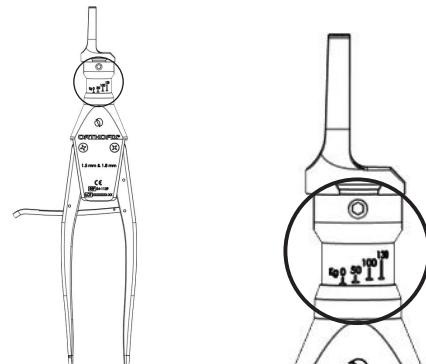

図 1
- 1) ワイヤーテンショナー (54-1139) はワイヤーに最大 130kg までテンションをかけることができます。現在のテンションは、図 1 に示す目盛りで確認することができます。